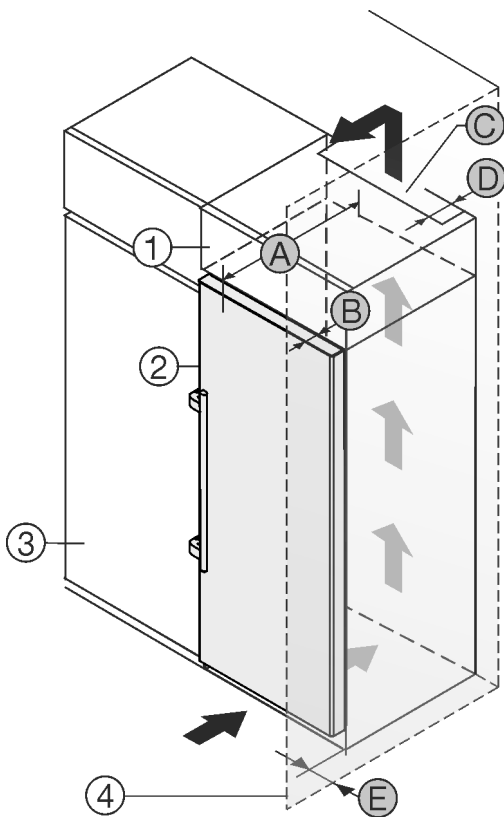

Fig. 2
Можете да поставите уреда непосредствено до кухненския шкаф Fig. 2 (3)*.
От задната страна на шкафа-пристройка трябва да има вентилационен отвор с дълбочина Fig. 2 (D) по цялата ширина на шкафа-пристройка.*
Под тавана на помещението трябва да е спазено сечението за вентилация Fig. 2 (C)*.
Когато уредът се поставя с пантите до стена Fig. 2 (4), разстоянието между уреда и стената трябва да е поне 57 mm . Това отговаря на разстоянието, с което дръжките стърчат при отворена врата.*
За да можете да отваряте вратата изцяло, уредът трябва да е издаден с дълбочината на вратата Fig. 2 (B) спрямо челото на кухненския шкаф. В зависимост от дълбочината на кухненските шкафове Fig. 2 (3) и използването на детайли за отстояние от стената, уредът може да излезе още по-напред.*